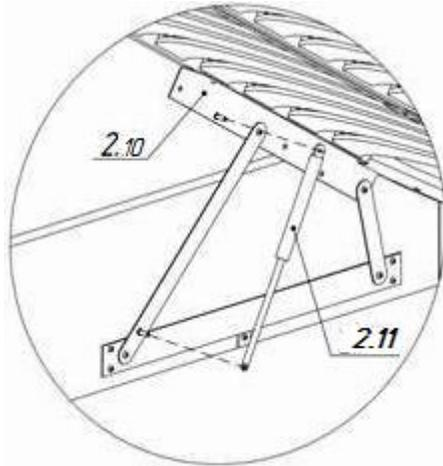

Рисунок 9 – Установка газлифта
10. На подъемный механизм поз. 2.10 установить газлифт поз. 2.11 **штоком вниз**, путем защелкивания клипс на шарнир. То же сделать с противоположной стороны. (Рисунок 9).